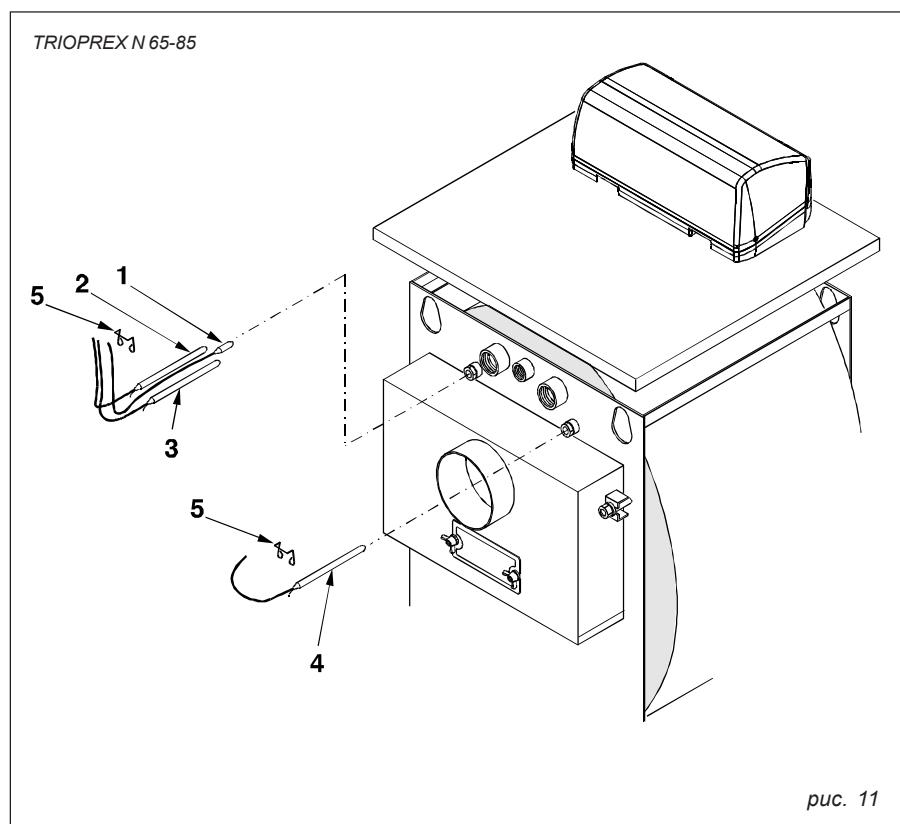

рис. 11
G) Вставьте датчики приборов в погружные гильзы, расположенные в задней части котла (над сборником отходящих газов), как показано на рис. 11. Датчики температуры (поз.1), регулятора рабочей температуры (поз.2) и терmostата минимальной (поз.3) должны быть помещены в большую погружную гильзу (O отверстия равен 15). Датчик
F) Вставьте датчики приборов в погружные гильзы, расположенные в задней части котла (над сборником отходящих газов), как показано на рис. 11. Датчики температуры (поз.1), регулятора рабочей температуры (поз.2) и терmostата минимальной (поз.3) должны быть помещены в большую погружную гильзу (О отверстия равен 15). Датчик защитного ограничителя температуры (поз.4) должен быть помещен в меньшую погружную гильзу (О отверстия равен 7).